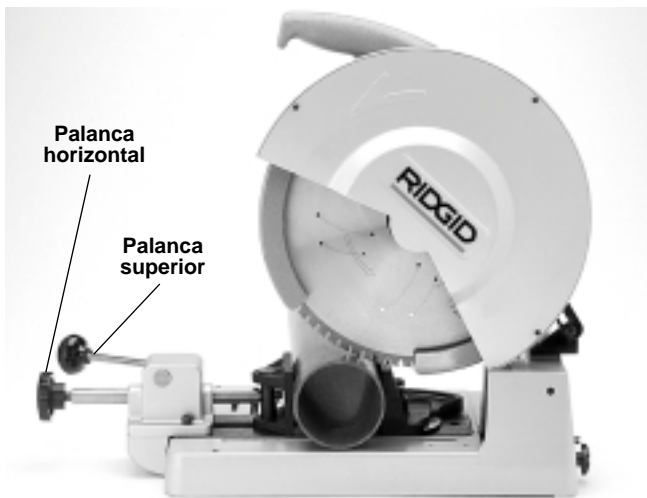

Figura 3 – Controles de la prensa de tornillo de dos palancas
- Levante la palanca superior para desenganchar el mecanismo de alimentación (Figura 3). Meta la pieza de trabajo en la prensa de tornillo. Si se extiende más allá de cuatro (4) pies desde la sierra, use uno o más soportes para tubos para sujetar la pieza de trabajo.
- Empuje la palanca horizontal hasta que la prensa de tornillo haga contacto con la pieza de trabajo (Figura 3).